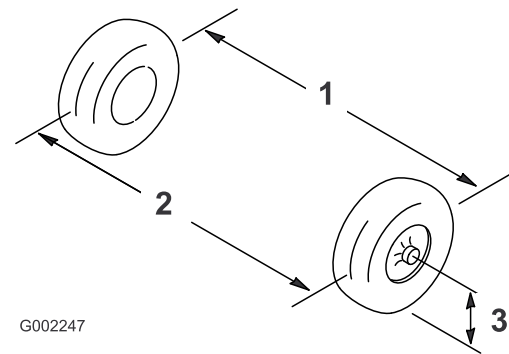

Figure 92
- Mesurez la distance entre les roues avant à hauteur d'essieu, à l'avant et à l'arrière des roues (Figure 92).